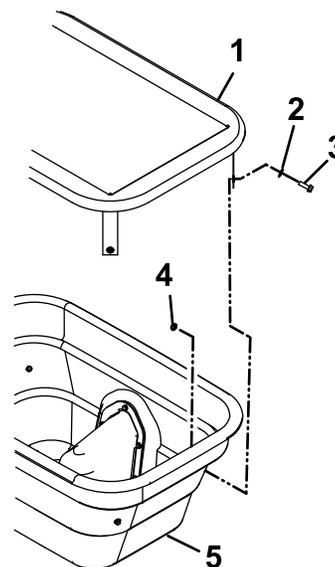

Figure 11
1. Fixez le couvercle en deux points sur la trémie, en insérant un boulon (1/4 x 3/4 po) assortie d'une rondelle dans le passe-câble de la languette du couvercle et la trémie, comme montré à la Figure 11.